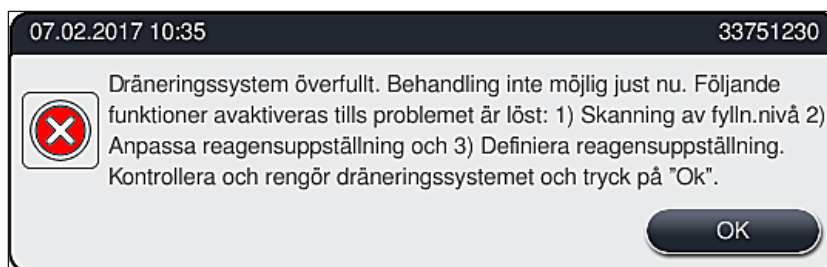

Bild 118
Blockeringar i vattenavloppssystemet (i avloppssilen (→ "Bild 96-1") eller i avloppsslangen (→ "Bild 7-1") kan leda till förhöjda vattennivåer i avrinningskärlet. Detta kan leda till kritiska vattennivåer i instrumentet. Användaren får ett felmeddelande (→ "Bild 118") på skärmen och en larmsignal utlöses.
1. Öppna instrumentets kåpa om varningsmeddelandet visas (→ "Bild 118").